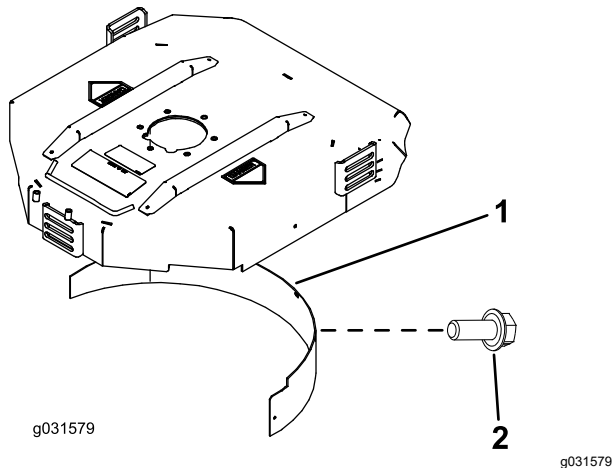

Figure 11
2. Montez le déflecteur de déchiquetage dans l'ouverture arrière et fixez-le avec 5 boulons à embase (Figure 11).